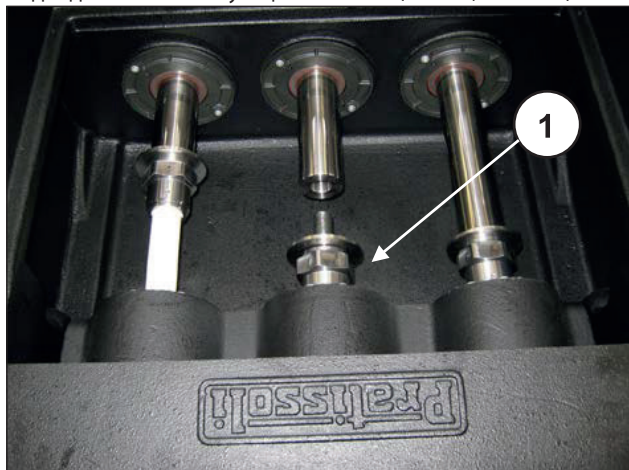

Рис. 165
Открутите поршни и снимайте их со штоков по одному, подводя к соответствующим гильзам (поз. ①, Рис. 165).